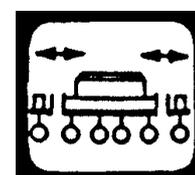

Fig. 16
4.6 Tasto "Abbassamento/sollevarmento" (Fig. 16)